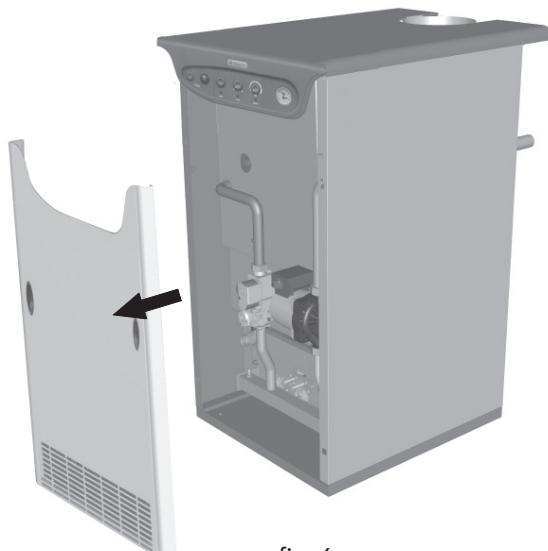

fig. 6
Para abrir o painel dianteiro da caldeira, consulte a modalidade indicada na fig. 6.
- Retire o painel dianteiro da caldeira (fig. 6).